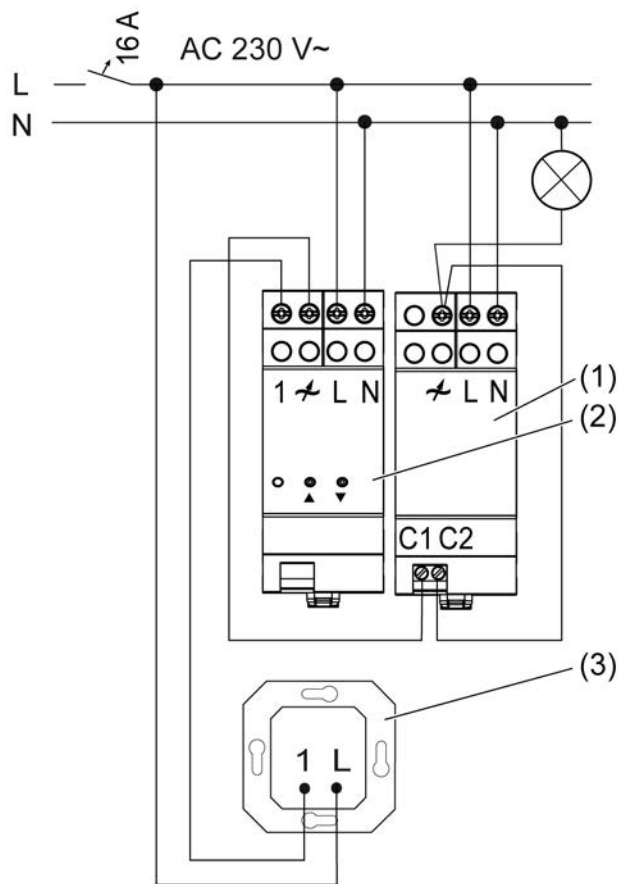
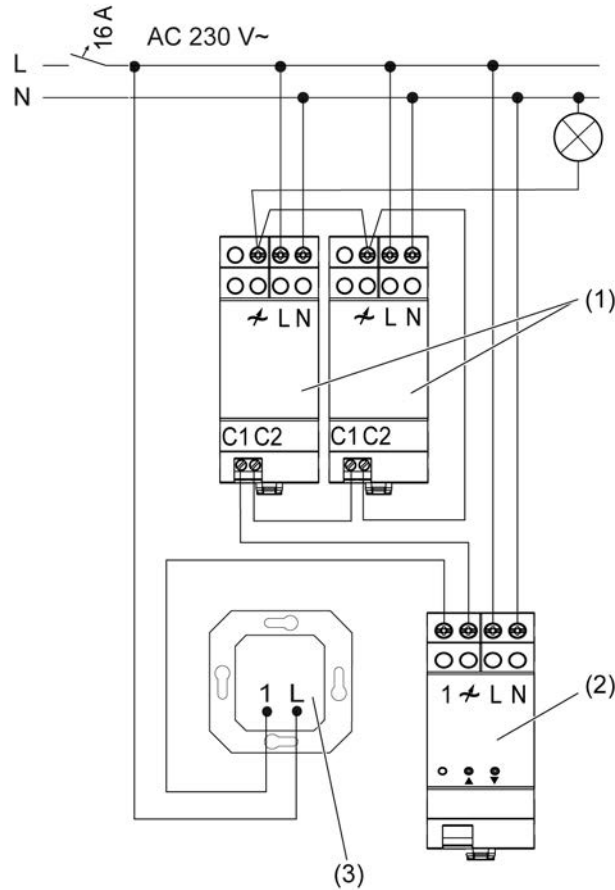

рисунок 1: Пример подключения с одним устройством для добавления мощности
рисунок 2: Пример подключения с двумя устройствами для добавления мощности
- Необходимо вставить в паз на профильной монтажной шине устройство для добавления мощности и подключить его в соответствии с примерами подключения: диммер с одним устройством для добавления мощности (рисунок 1), диммер с несколькими устройствами для добавления мощности (рисунок 2).